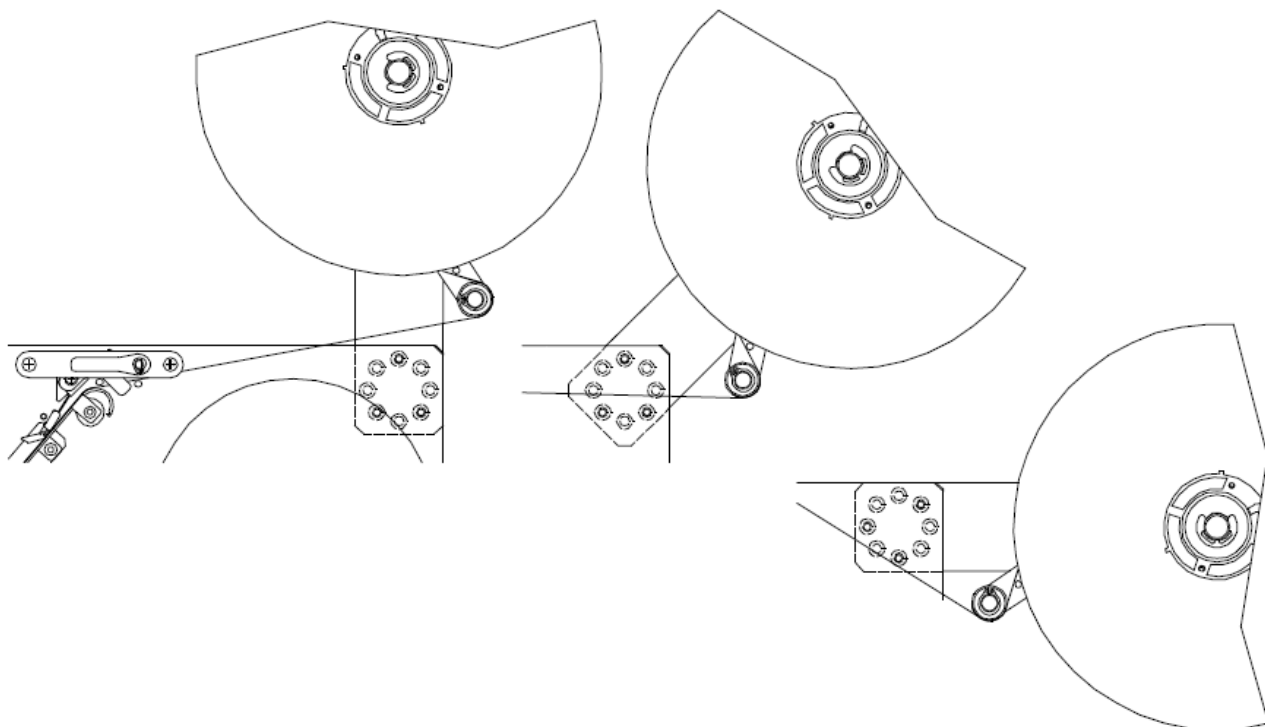

FIGURA 6
* **Assemblare** il supporto magazzino etichette alle flange come rappresentato nella figura 6,